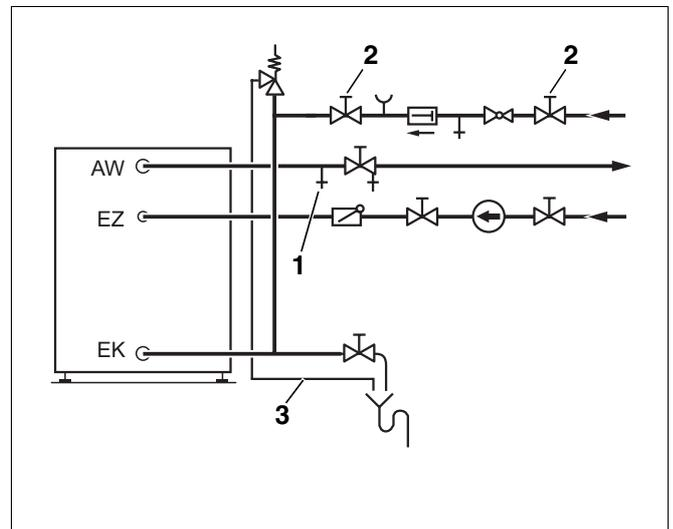

Abb. 9 Installation nach DIN 1988 (Prinzipabbildung)
- Das Be- und Entlüftungsventil (Abb. 9, **Pos. 1**) oder den höchst gelegenen Zapfhahn öffnen, um den Warmwasserspeicher zu entlüften.
- Absperrventil für Eintritt Kaltwasser EK (Abb. 9, **Pos. 2**) öffnen, um den Warmwasserspeicher zu befüllen.
- Vor dem Anheizen prüfen, ob Heizkessel, Warmwasserspeicher und Rohrleitungen mit Wasser gefüllt sind. Dazu Be- und Entlüftungsventil (Abb. 9, **Pos. 1**) öffnen.
- Lassen Sie die Ausblaseleitung des Sicherheitsventils (Abb. 9, Seite 13) stets geöffnet.
- die Ausblaseleitung des Sicherheitsventils (Abb. 9, Seite 13) stets offen bleiben muss.